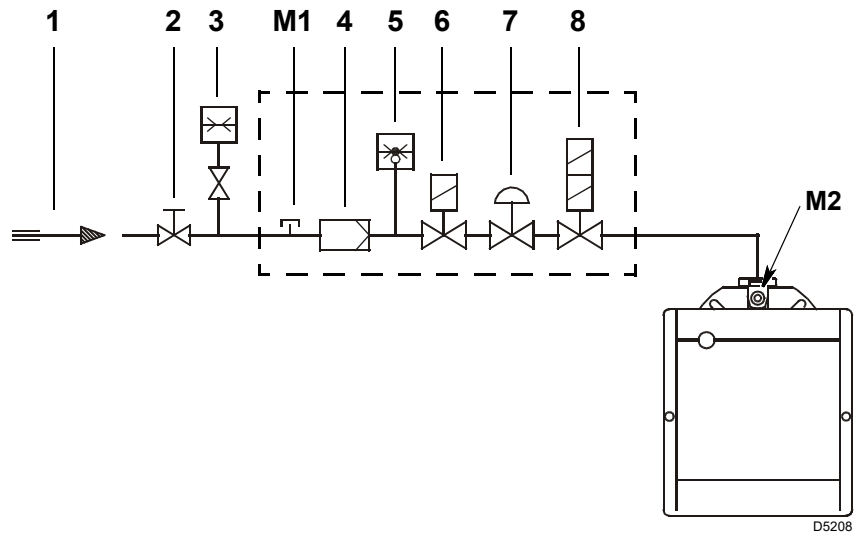

Fig. 16
Leyenda (Fig. 16)
Presión del gas medida en la toma M2)(Fig. 16), con:
- sustraer de la presión del gas en la toma M2)(Fig. 16) la presión en la cámara de combustión.
$$\begin{aligned} \text{Presión del gas en la toma (M2)(Fig. 16)} &= 10 \text{ mbar} \\ \text{Presión en la cámara de combustión} &= 2,2 \text{ mbar} \\ 10 - 2,2 &= 7,8 \text{ mbar} \end{aligned}$$
Para conocer la presión del gas necesario en la toma M2)(Fig. 16), fijada la potencia máxima de modulación a la cual se desea que funcione el quemador:
- Leer a la derecha, columna 1, la presión en la toma M2)(Fig. 16).
presión necesaria en la toma M2)(Fig. 16).